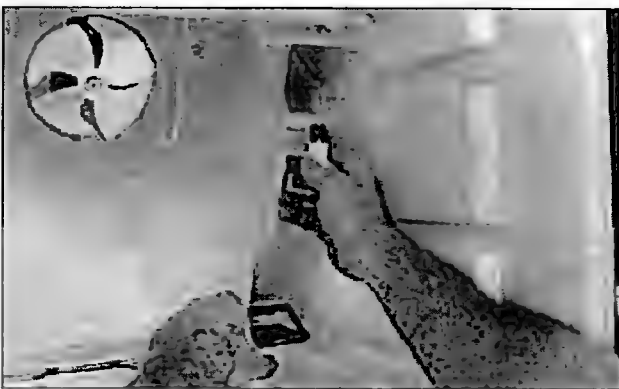

Рис. 2.6.12
- Снимают лампу, а затем заднюю панель (рис. 2.6.12)